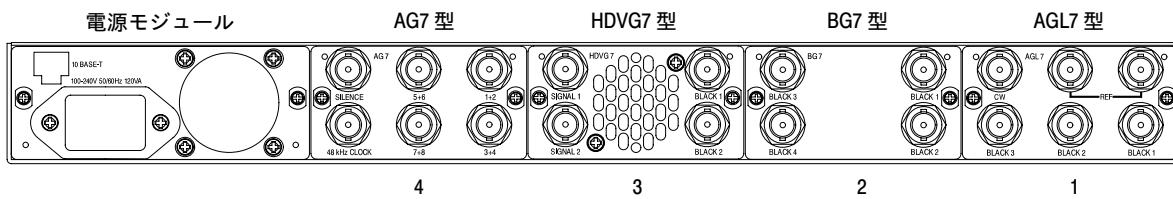

図1：メインフレームのスロット番号
2. モジュールをインストールするスロットを決めます。表1に、各モジュールをインストールできるスロット番号をリストします。また、図1に、メインフレームのスロット番号と代表的な構成例を示します。